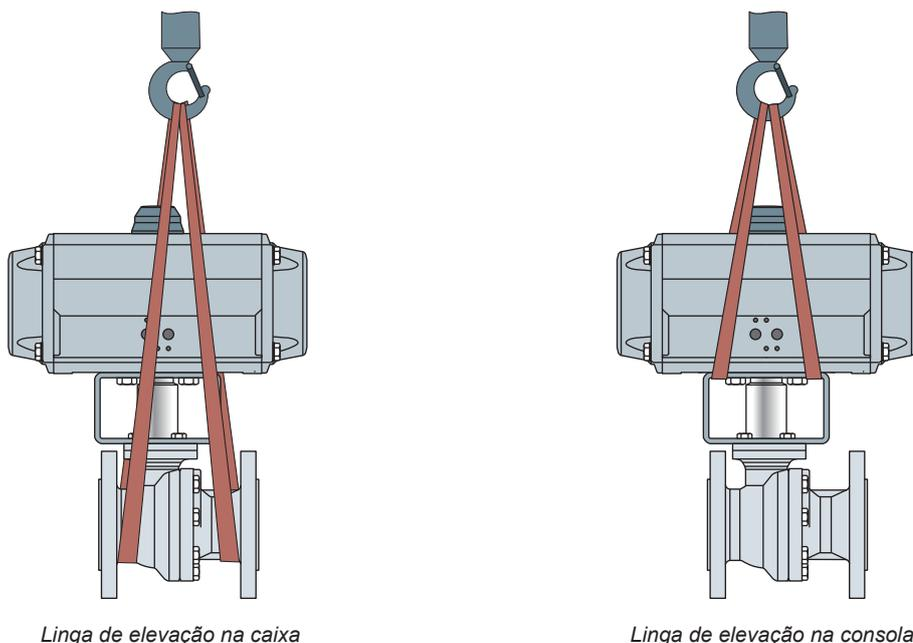

Figura 4-1: Pontos de elevação na válvula de esfera
- ⇒ Utilizar um gancho com fecho de segurança como dispositivo de suspensão para que as lingas não possam deslizar do gancho durante a elevação e o transporte, ver Figura 4-1.
- ⇒ Fixar uma linga de elevação a cada um dos flanges do corpo e ao dispositivo de suspensão (p. ex., gancho) da grua ou empilhador, ver Figura 4-1. Ter em atenção a segurança, a capacidade de carga e o comprimento das lingas
- ⇒ Fixar uma linga de elevação à consola e ao dispositivo de suspensão (p. ex., gancho) da grua ou empilhador, ver Figura 4-1. Ter em atenção a segurança, a capacidade de carga e o comprimento das lingas.